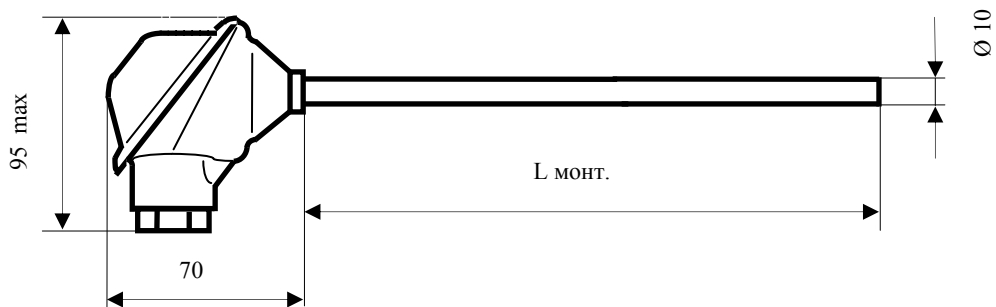

Рисунок 1. Термопреобразователь ТСМУ 0618-10 модель 1
- Внешний вид и основные размеры термопреобразователя представлены на рис. 1–3 и в табл. 1